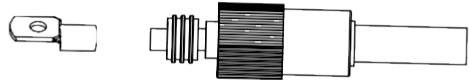

Imagen 3.4
b) Coloque la junta de goma, tal y como se muestra en la imagen 3.4.